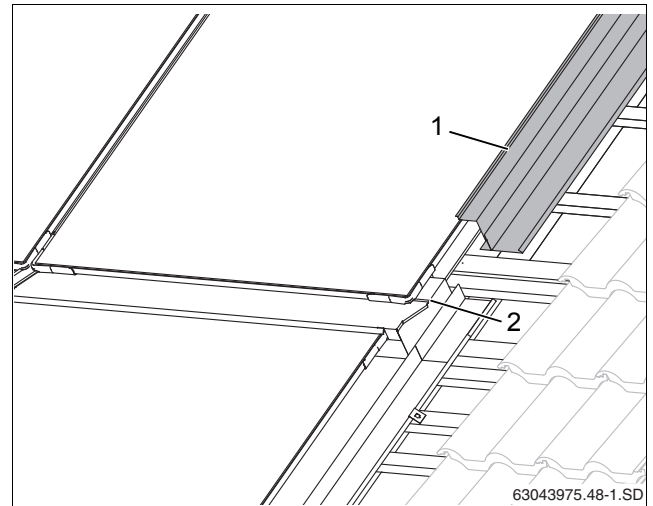

Рис. 54 Боковой накладной лист, верхний ряд
- ▶ Верхние боковые накладные листы (рис. 54, [1]) смонтируйте так же, как нижние (Глава 10.2 „Боковые накладные листы“).
- ▶ Сдвиньте боковые накладные листы на фальц среднего накладного листа (рис. 54, [2]).